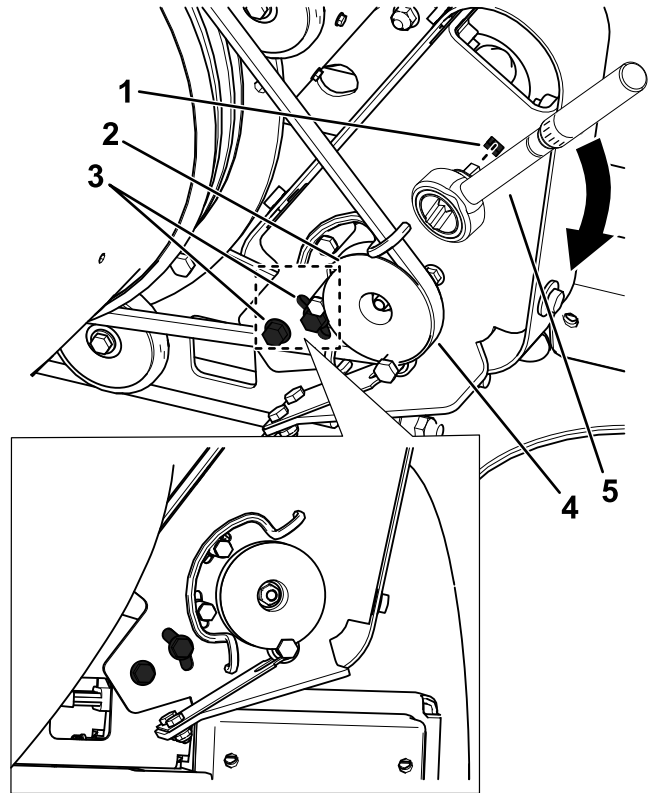

图 28
1. 拧开将皮带轮安装支架固定到吹风机机架上的螺栓图 28。
2. 如 图 28所示将扭矩扳手的驱动头插入皮带轮安装支架。